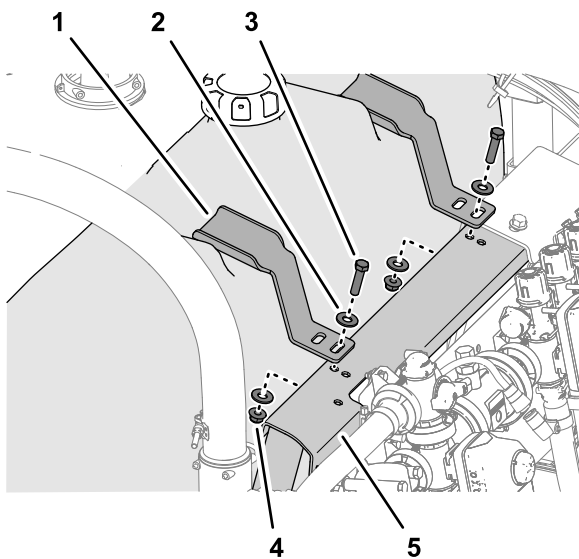

図 16
1. すすぎタンク上部についている突起に固定ブラケットを合わせる図 16。
2. 固定金具のスロットを、バルブマウントの穴に合わせる図 16。
3. 固定金具をバルブマウントに仮止めする図 16 すすぎタンクを取り外す (ページ 5) で取り外したボルト $\frac{3}{8}$ x $1\frac{1}{2}$ " 1本、ワッシャ $\frac{3}{8}$ " 2枚、フランジロックナット $\frac{3}{8}$ " 1個を使用する。
4. すすぎタンク用のもう1つの押さえ金具についても 13 の作業を行う。図 16